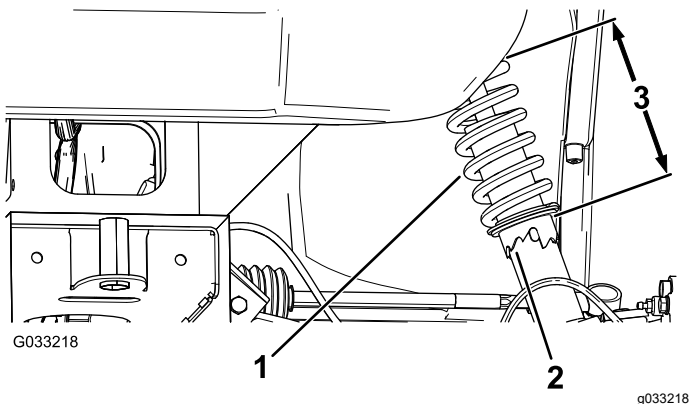

Figura 52
- Si la caída de la rueda está mal, utilice la llave de gancho para girar el collarín del amortiguador para alinear la rueda (Figura 52).